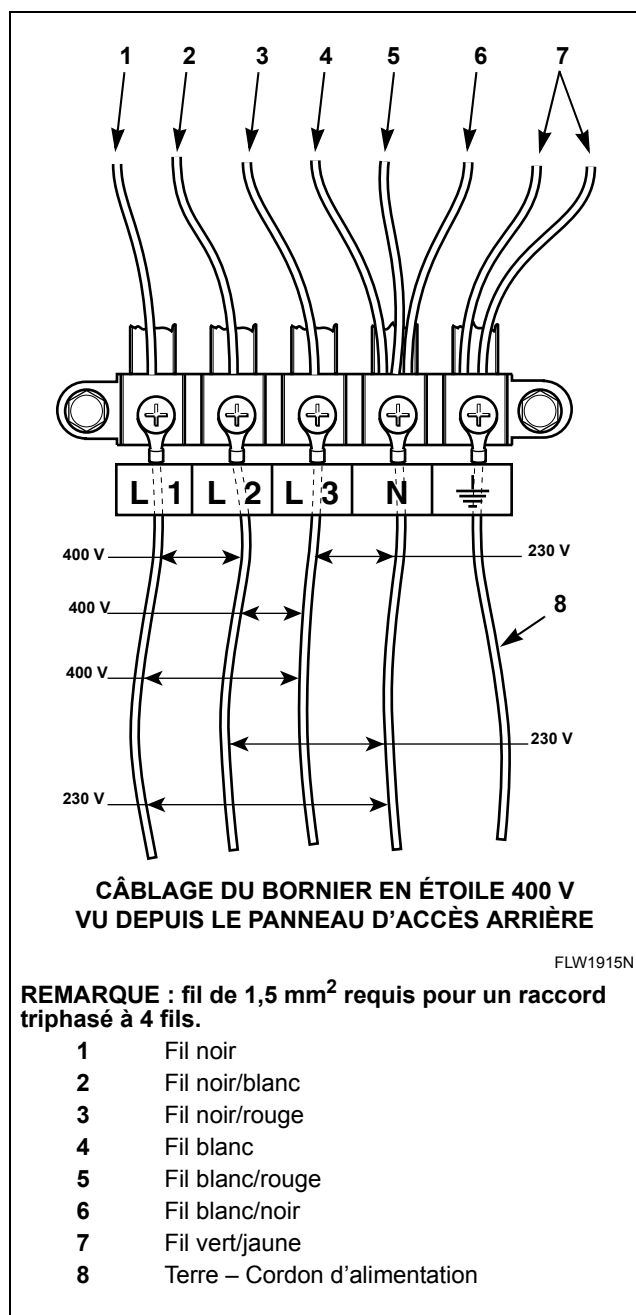

Figure 21
5. Raccorder les fils du cordon d'alimentation comme sur la *Figure 21*.
Pour passer d'une installation 400 V WYE à une installation 230 V, 2 fils plus terre, 30 ampères, monophasé. Se reporter aux *Figures 21* et *22* :
Pour passer d'une installation 400 V WYE à une installation 230 V, 3 fils plus terre, 15 ampères, DELTA. Se reporter aux *Figures 21 et 23* :